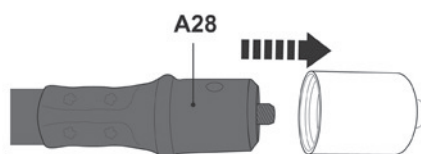

Fig. 6
- > Retire a tampa de proteção pré-instalada do tubo flexível (A28) (Fig. 6).